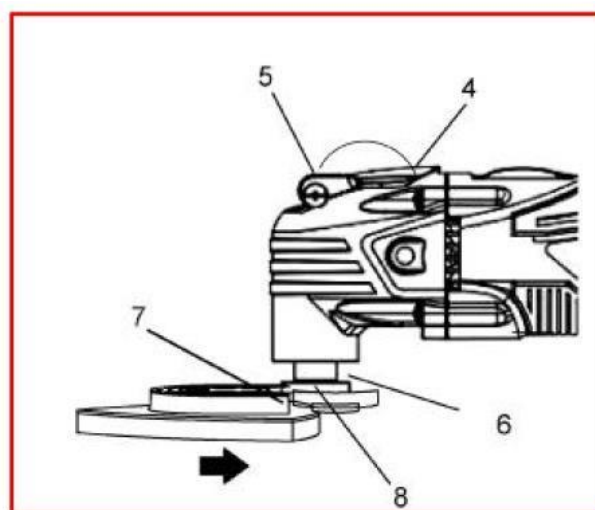

Рис. 1
- Поднимите зажимной рычаг вверх и в направлении передней части инструмента до упора (рис.1).